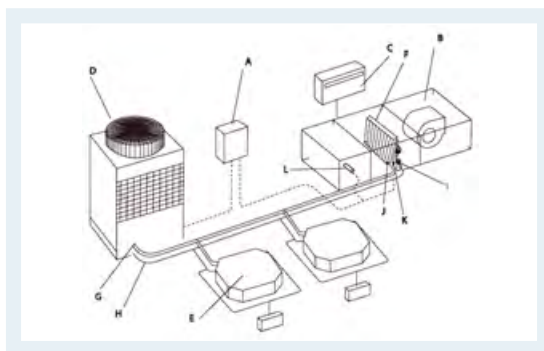

Рис. 1.
Канальные кондиционеры широко используются в системах кондиционирования на объектах различного назначения. Внутренние блоки канального типа являются элементами сплит-систем, полупромышленных кондиционеров, а также VRF-систем. Компания Kentatsu располагает всей перечисленной номенклатурой оборудования (рис. 1). Высокая надежность оборудования (на него установлен срок гарантии семь лет) и привлекательная цена обеспечивают значительный спрос указанного оборудования на рынке кондиционеров.
■ Рис. 1. Высоконапорные кондиционеры фирмы Kentatsu